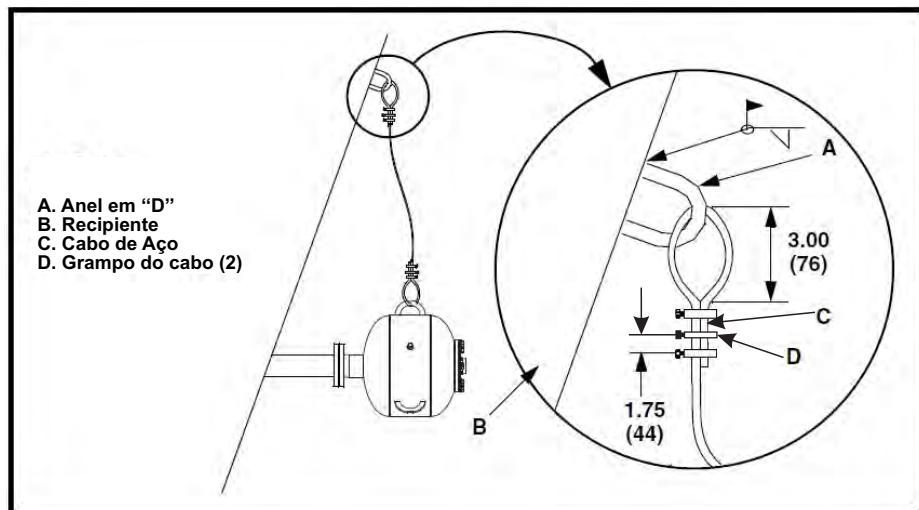

Figura 14. Instalação do cabo de segurança
1. Solde o anel em “D” (A, na figura 14) no recipiente de armazenagem (B) com 6 mm de solda.